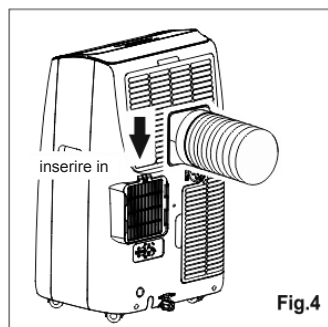

Fig.4
5.Installare l'ingresso del tubo nell'unità (Fig. 4).